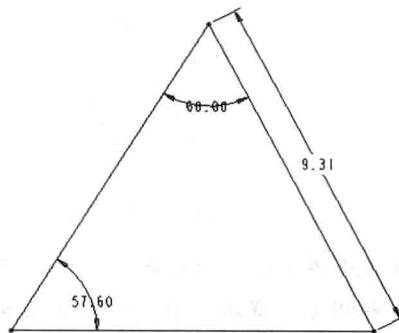

图 1-10 尺寸驱动 1
(2) 鼠标双击角度尺寸 77.80° ，将其修改为 60.00° ，然后按 Enter 键。图形将依据新的尺寸自动改变图线的长度并调整图形的形状，如图 1-10 所示。